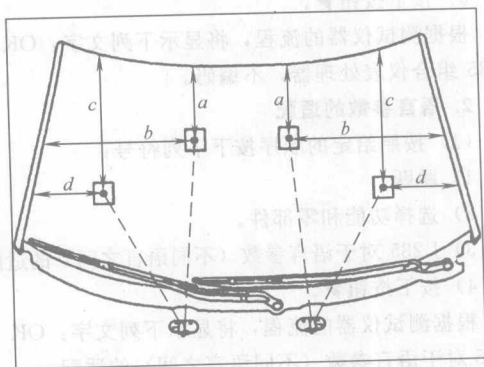

图 1-1 前风窗玻璃喷嘴的调整
- (1) 用油性笔在玻璃的四个角上作标记。
- (2) 调整尺寸如图 1-1 所示。